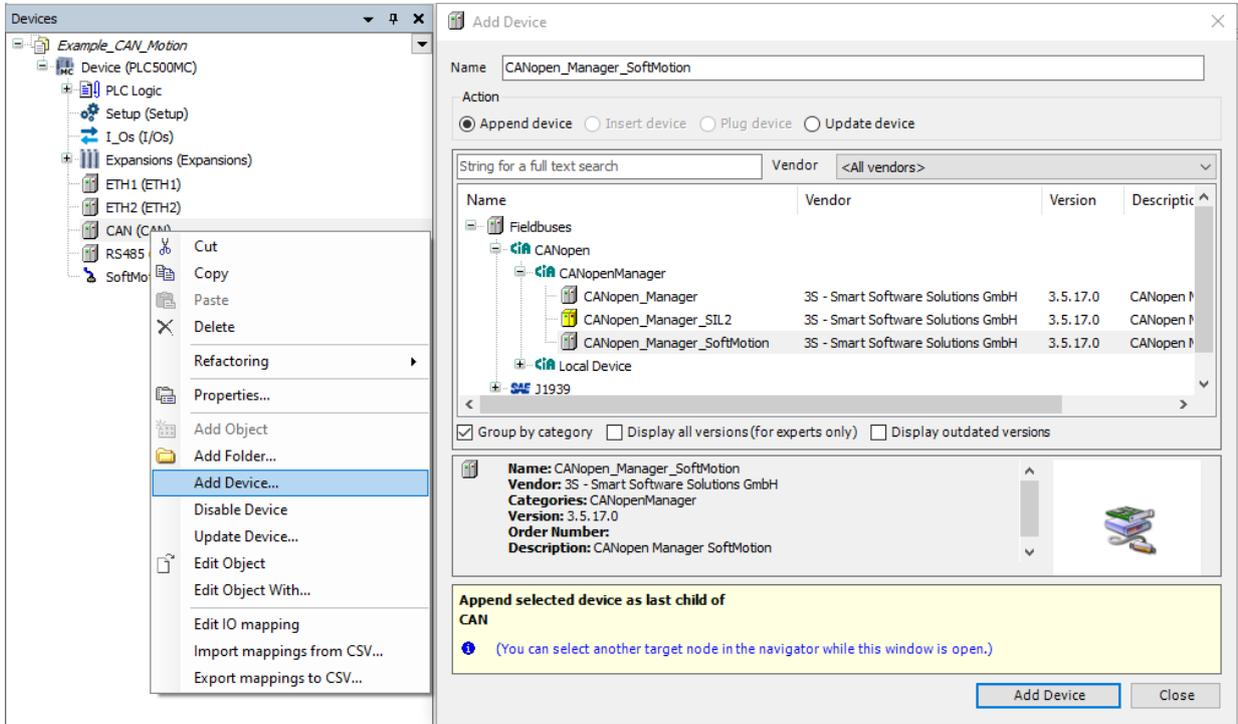

Figura 6.2: Agregando CANopen Manager SoftMotion al árbol de dispositivos.
- Para agregar una nueva interfaz de comunicación **CANopen Manager SoftMotion** haga clic con el botón derecho encima del objeto **CAN** en el árbol de dispositivos, haga clic en **Add Device**, en la caja de diálogo seleccione la opción **Append Device**, y entonces **Fieldbuses > CANopen > CANopen_Manager_SoftMotion**, haga clic en **Add Device** para agregar al árbol de dispositivos, conforme la Figura 6.2.